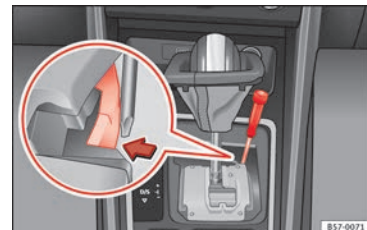

Fig. 54 Palanca selectora: desbloqueo de emergencia en la posición de aparcamiento.
- Con ayuda de un destornillador, presione lateralmente la pestaña amarilla de desbloqueo y manténgala presionada » » fig. 54 .